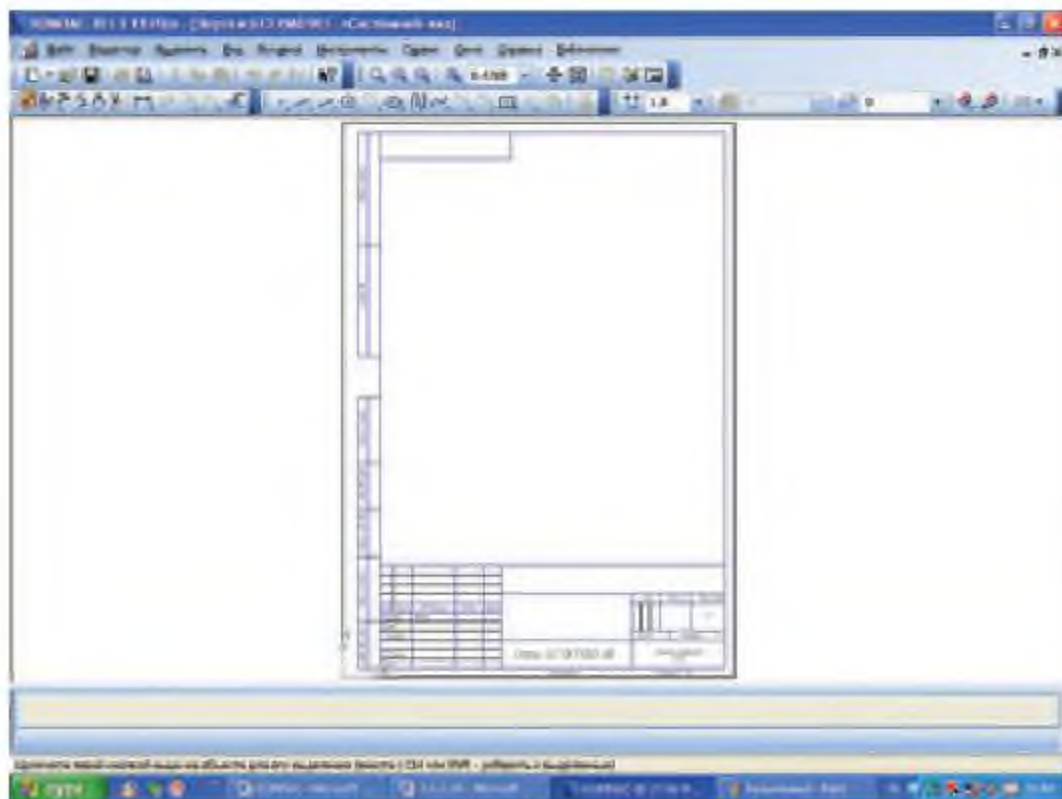

Рис. 6.4
**Чертеж** — основной тип графического документа в КОМПАС-3D. Чертеж содержит графическое изображение изделия, основную надпись, рамку, иногда — дополнительные объекты оформления (знак неуказанной шероховатости, технические требования и т.д.). Чертеж КОМПАС-3D всегда содержит один лист заданного пользователем формата. В файле чертежа КОМПАС-3D могут содержаться не только чертежи в соответствии с определением ЕСКД, но и схемы, плакаты и прочие графические документы. Файл чертежа имеет расширение **.cdw** (рис. 6.4).